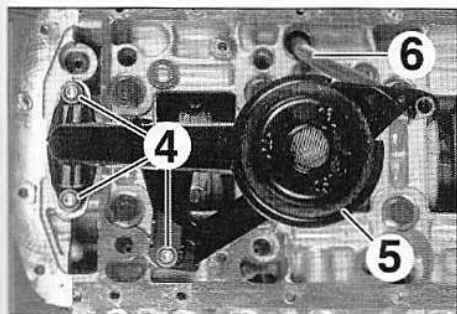

FIG.10
- les vis (4) (Fig.10),
- la crépine (5),
- le guide inférieur de jauge à huile (6),